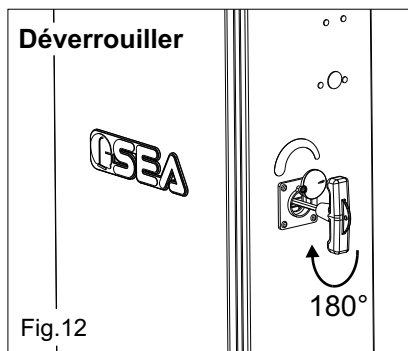

Fig. 12
- Insérer la clef à T et la tourner même de 180° en sens horaire au débloquer de la lisse (Fig 12).